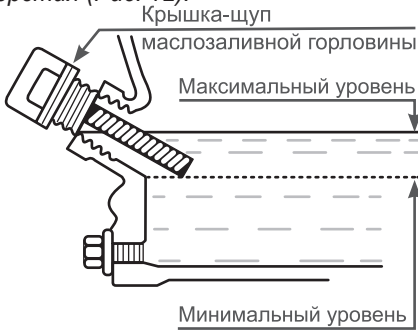

Рис. 12 Проверка уровня масла в картере
Максимальный уровень масла в картере соответствует нижней кромке заливного отверстия (Рис. 12).
- При недостаточном уровне масла в картере необходимо долить чистое масло до верхней отметки на щупе, что соответствует нижней кромке заливного отверстия (Рис. 12).